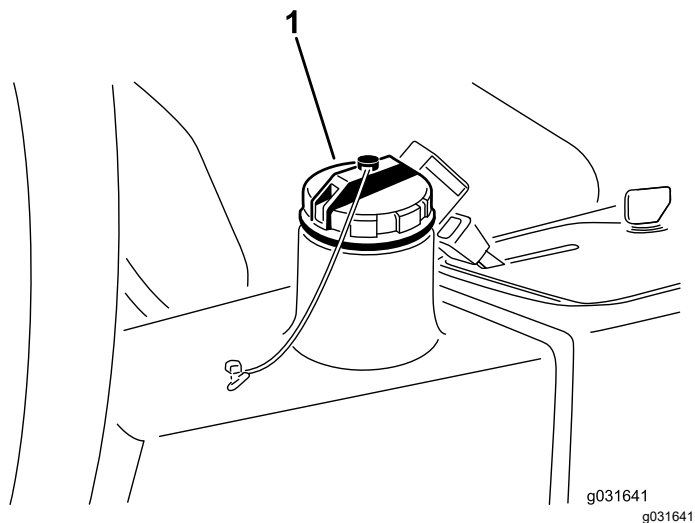

图 66
4. 向液压油箱图 66注入约 13.2L 液压油请参阅 液压油规格 (页码 47)和 检查液压油油位 (页码 47)。